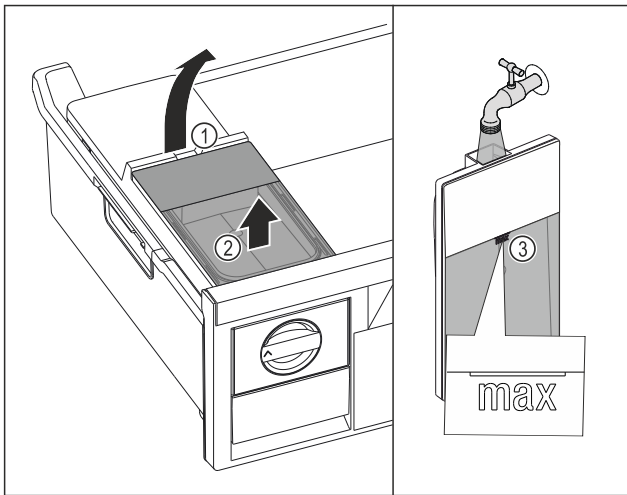

Fig. 67
- ▶ Повдигнете резервоара за вода при прореза Fig. 67 (1).
- ▶ Извадете резервоара за вода нагоре. Fig. 67 (2)
- ▶ Напълнете резервоара за вода до маркировката Fig. 67 (3) с питейна вода.